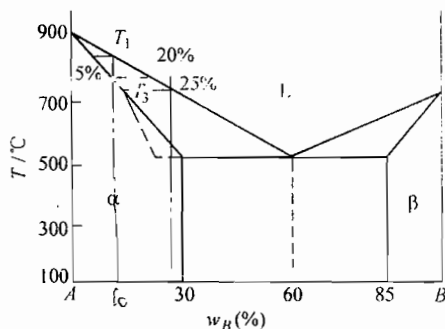

图 6-7 第八题第 1 小题解答图
1. 假设液相线和固相线均为直线，从图 6-7 可知 $K_0 = C_S/C_L = 1/2$ 。含 10% B 的液相初始结晶时晶体中应含 $(10\%)/2 = 5\%$ B。在稳态结晶时结晶前沿成
分为合金成分的固相平衡, 所以液相成分为含 $(10\%) \times 2 = 20\% B$ 。从图 6-7 得知, 对应 60% 液相线上温度下降 400°C 。所以, B 每上升 10%, 温度下降 66.6°C , 即 $m = \frac{400^\circ\text{C}}{60\%}$ 。